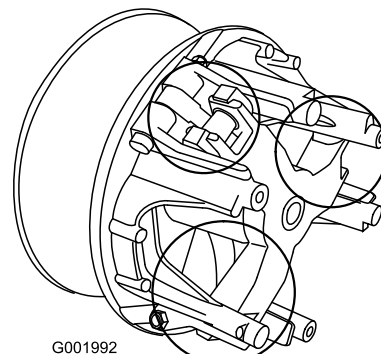

図 59
5. 図 59 でで○で囲んで表示している部分の可動部に Toro ドライ潤滑剤 (Toro 代理店で購入可能) をスプレーする。